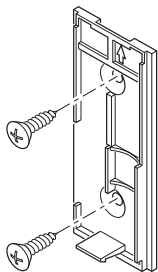

Figure 4
- **Au moyen de vis :** Pour faire l'installation avec les vis, enlevez le dos du boîtier en poussant sur les agrafes de la base avec un tournevis (voir la Figure 1). *Note :* Enlevez les débris des trous de vis (au besoin) avant d'installer les vis. Fixez le dos du boîtier au chambranle ou au mur (voir la Figure 4). Enclenchez la partie avant de l'unité de bouton-poussoir en place.